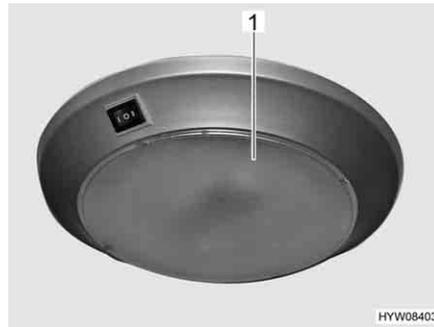

Bild 201 Deckenleuchte
- Transparenten Kunststoff-Einsatz (Bild 201,1) vorsichtig ausrasten und abnehmen.